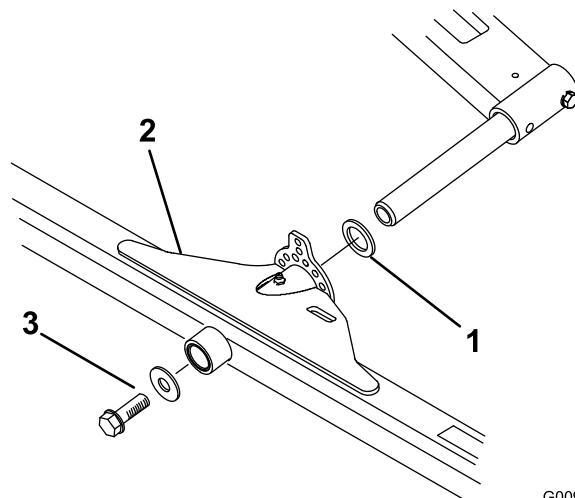

図 9
- 昇降アームのピボット・ロッドにスラストワッシャを通す（図 9）。